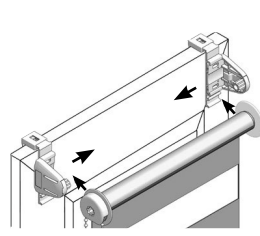

Рис.11
- 3.5. Вставить изделие в кронштейны, сдвинув их по ширине, и сжать защелки (Рис.11). Рулон ткани должен быть виден.